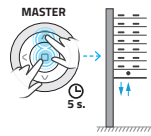

Abb. 3.4
- Zurückkehrung zu dem Arbeitsmodus – halten Sie die **STOP** und **AUF** Tasten auf dem Master 5 Sekunden lang gedrückt – der Rohrmotor wird eine Bewegung nach unten und dann nach oben ausführen - Abb. 3.4.